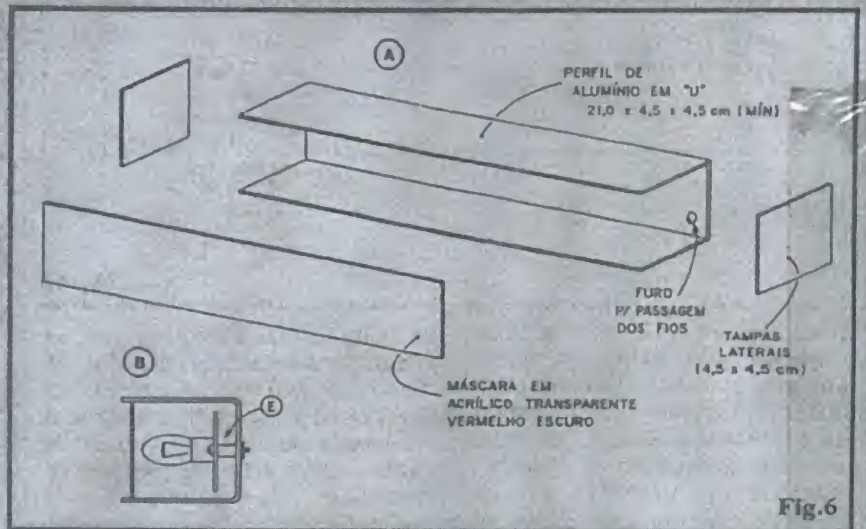
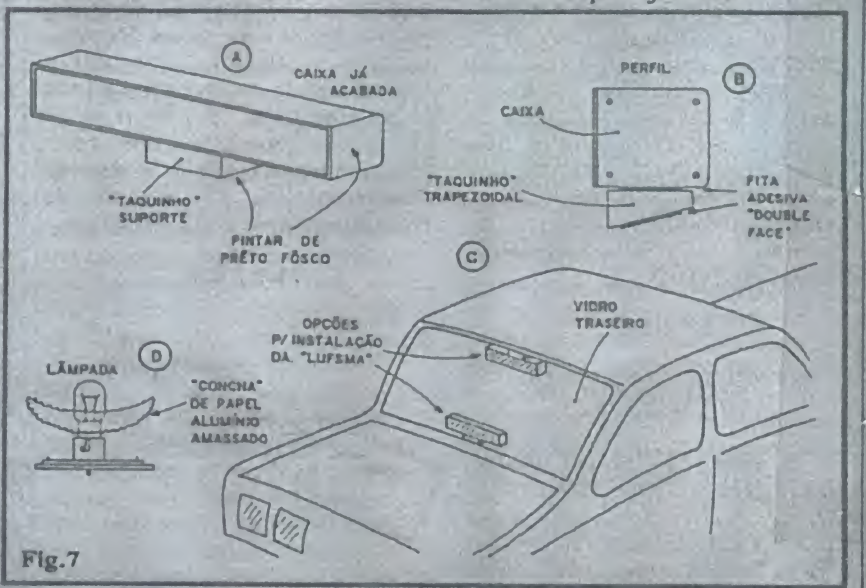

Fig.6
Fig.7
- FIG. 6 - FAZENDO UMA CAIXA (ELEGANTE E RESISTENTE) PARA A LUFMSA - Com os materiais relacionados no item "OPCIONAIS/DIVERSOS" da LISTA DE PEÇAS, será fácil elaborar um container de aparência profissional para o circuito... A vista "explodida" da fig. 6 mostra o "corpo" da caixa, feito com o perfil de alumínio em "U", as tampinhas laterais (quadrados de placa fina de alumínio, ou mesmo plástico, fibra, etc.) e a "janela" ou máscara frontal (em acrílico transparente vermelho escuro). As fixações do conjunto ilustrado em 6-A poderão ser feita com parafusos/porcas e/ou adesivos fortes (de epoxy ou de ciano-acrilato, tipo "Araldite" ou "Superbonder"...). Em 6-B vemos como a placa deve ser fixada no interior do "U" de alumínio, devendo ser tomado o cuidado de não permitir o contato das pistas e ilhas cobreadas (e pontos de solda, "salientes"...), com a face interior do "fundo" do "U". Para tanto, espaçadores em "torre", feitos de material isolante, devem ser dipostos sobre os parafusos longos de fixação, na posição (E). Como a placa (mesmo incluindo
- FIG. 7 - ACABAMENTO E INSTALAÇÃO - No item A da figura, vemos a LUFMSA já devidamente "acabada", com sua caixa fechada (feita de acordo com o exemplo da fig. 6). Para facilitar e tornar mais elegante a fixação do conjunto no interior do veículo, convém acrescentar um pequeno suporte, na forma de um "taquinho" em forma de prisma trapezoidal (qualquer material, mesmo madeira...), e cuja fixação à caixa principal pode ser feita com um pedaço de fita adesiva (double face, forte (ver perfil em 7-B...)). A própria fixação final da LUFMSA no seu local definitivo de uso, também poderá ser promovida com o auxílio dessa fita adesiva que "cola dos dois lados", e apresenta aderência bastante firme, capaz de suportar vibrações... Os dois locais opcionais de fixação do equipamento estão sugeridos no item C da figura, ou seja: junto à parte interior central do topo do vidro traseiro, ou no centro da sua parte inferior... Qualquer das posições indicadas proporcionará excelente visibilidade ao motorista que vem atrás... Quem pretender uma fixação mais firme, poderá ainda recorrer à braçadeiras, cantoneiras ou grampos metálicos, que apresentem furação compatível com a passagem de parafusos auto-atarachantes, os quais poderão ser rosqueados em furos previamente demarcados na estrutura interna do veículo... A fixação com fita double-face, contudo, permite a retirada relativamente fácil do dispositivo (se e quando isso for requerido...) sem deixar "marcas" definitivas no veículo... A escolha é do Leitor/Hobbysta. Ainda na fig. 7, no item D, temos uma su-